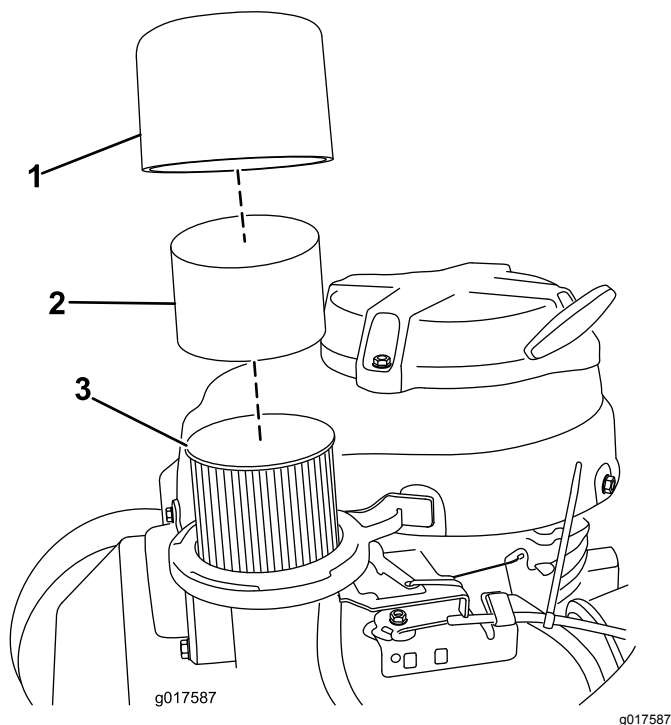

Рисунок 20
3. Снимите крышку и тщательно очистите ее (Рисунок 20).
4. Снимите фильтр предварительной очистки из вспененного материала и промойте его в воде с мягким моющим средством, затем осушите промоканием (Рисунок 20).
5. Снимите и осмотрите бумажный элемент фильтра (Рисунок 20) и удалите его в отходы, если он сильно загрязнен.